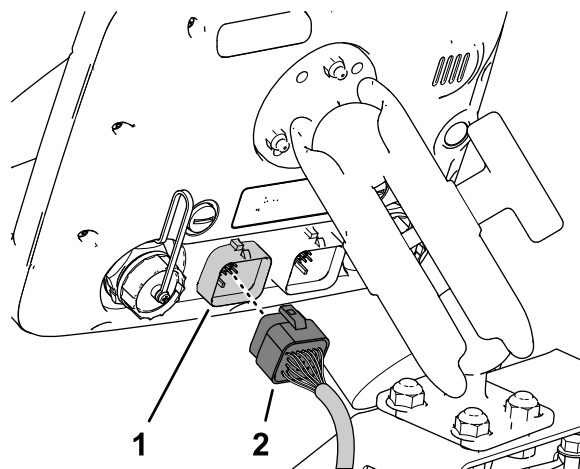

Figura 205
3. Alinhe o conector de 26 tomadas da cablagem dos dados com o conector de 26 pinos do monitor de pulverização e pressione o conector da tomada para o conector do pino até o trinco do conector ficar bem preso (**Figura 205**).